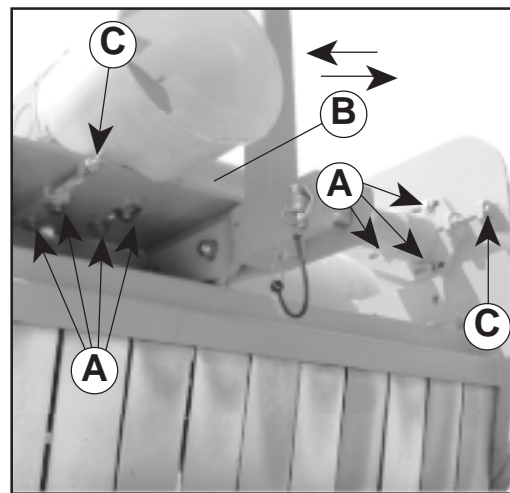

Fig. 17
- Allentare le viti che fissano il moltiplicatore alla carpenteria (A Fig. 17).
- Andare ad agire sulle due viti di registro (C Fig. 17) facendo in modo che le cinghie raggiungano la corretta tensione.
- Loosen the bolts that fix the overdrive to the structure (A Fig. 17).
- Work on the two adjuster screws (C Fig. 17) in order to correctly tighten the belts.
- Die Schrauben lockern, die das Übersetzungsgetriebe an den Stahlteilen befestigen (A Abb. 17).
- Die beiden Schrauben der Einstellvorrichtung (C, Abb. 17) so einstellen, daß die Riemen korrekt gespannt werden.
- Desserrer les vis qui fixent le multiplicateur à la charpente (A Fig. 17).
- Agir sur les deux vis de réglage (C Fig. 17) en faisant en sorte que les courroies atteignent la tension souhaitée ;
- Aflojar los tornillos que fijan el multiplicador al armazón (A Fig.17).
- Con los dos tornillos de regulación (C Fig. 17), tensar correctamente las correas.